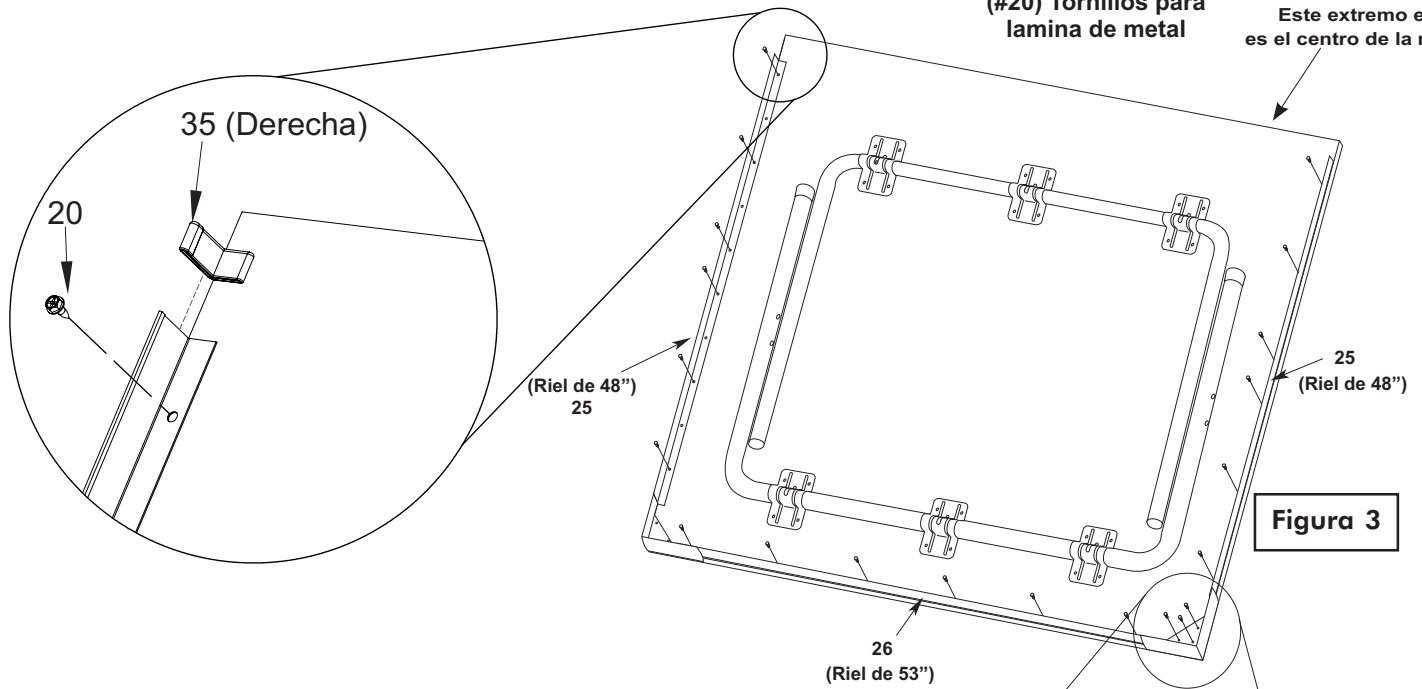

Figura 3
- 5a. Coloque los rieles #25 y #26, alrededor de los bordes del tablero, como están mostrados en la figura 3.
6. Alinee los orificios de los rieles con los orificios de guía del tablero, atornillelos y asegúrelos con los dieciocho tornillos #20. Ver figura 3.